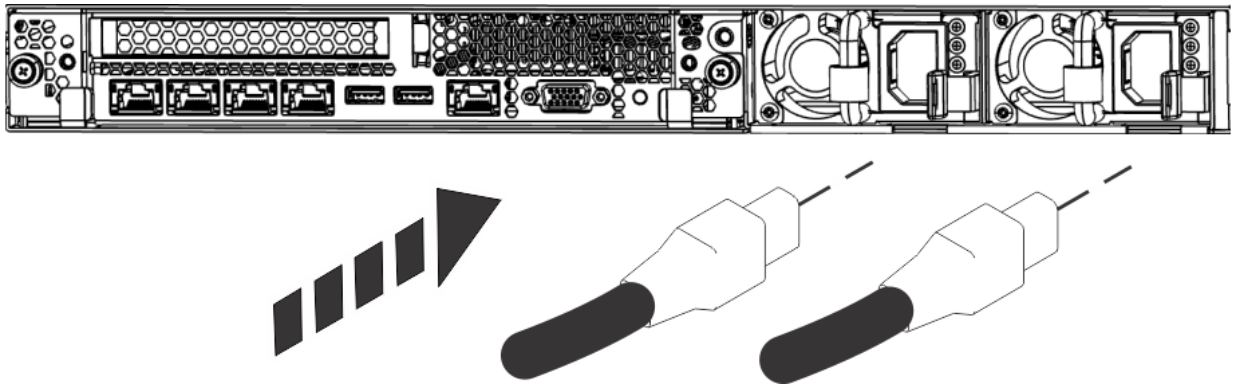

Figura 2. Conexión de los cables de alimentación a las fuentes de alimentación
- Si va a utilizar una conexión compartida para IPMI y la HMC, un solo cable en el puerto 0 de la figura 2 puede satisfacer ambos requisitos, IPMI y HMC.
- Conecte los cables de alimentación del sistema y los cables de alimentación para cualquier dispositivo conectado en la fuente de alimentación de corriente alterna (CA).